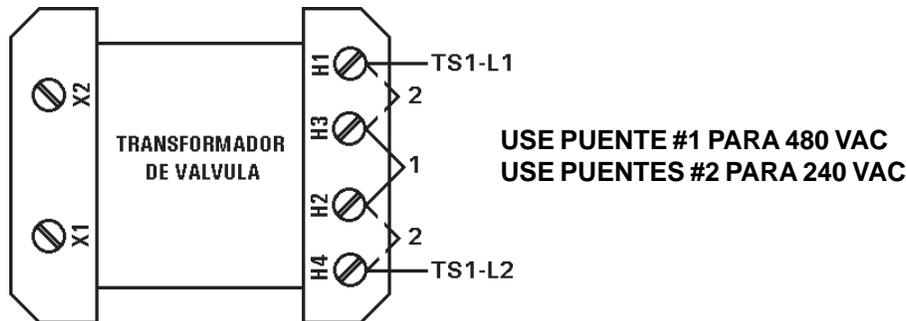

Figura 4-2. Transformador de Válvula ajuste de puentes
3. **Transformador de Válvula:** Los puentes en el transformador de válvulas H1, H3, H2 y H4 deben estar configurados para cuadrar con la línea de voltaje (ver Figura 4-2). El Transformador de Válvula estándar incluido el EN1000/EN1001 (ya sea 50 VA o 150 VA) está configurado para entrada 240 VAC o 480 VAC; para operación de 380 o 575 VAC, consulte a la fabrica.